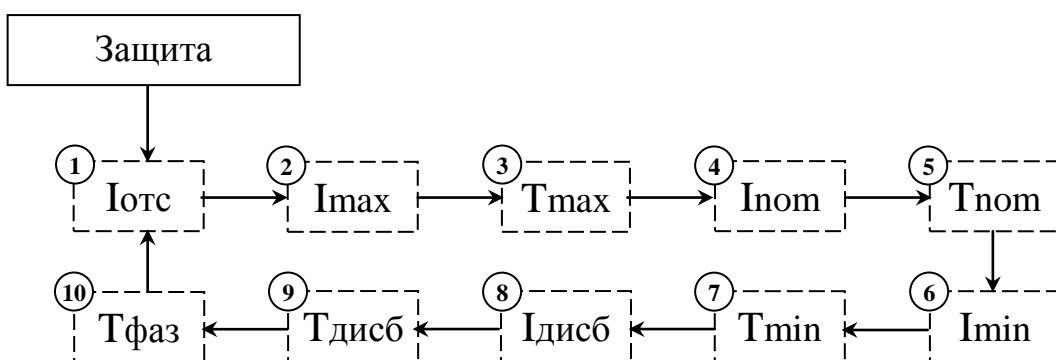

Рисунок 5
5.6.1. Меню **«ЗАЩИТА»** позволяет записать в контроллер основные уставки. Диаграмма возможного перемещения по меню представлена на рис.5. Ввод параметров, смена страниц и выход из меню осуществляются согласно основным правилам работы с пультом, описанных в п.5.4.